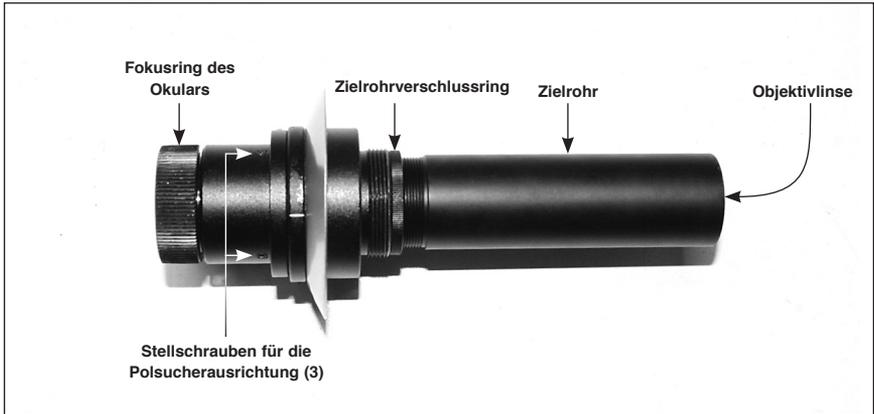

Abbildung 1. Teile des Polarachssuchers
Machen sich mit den verschiedenen Teilen des Polsuchers vertraut durch Bezugnahme auf **Abbildung 1**.
3. Wenn das Objekt nach der Drehung in der Mitte des Fadenkreuzes geblieben ist, ist keine weitere Einstellung erforderlich. Wenn es in einem Kreis gewölbt und außerhalb der Fadenkreuz-Zentrums gelandet ist, müssen Sie die drei Ausrichtungsstellschrauben (siehe **Abbildung 1**) mit dem mitgelieferten 1,5 mm Innensechskantschlüssel anpassen. Ihr Ziel ist es, den Stern oder das Objekt auf halbem Wege zurück zur Mitte des Kreuzes zu bewegen (**Abbildung 3**).
3. Lösen Sie nun den Zielrohrverriegelungsring (siehe **Abbildung 1**) um eine oder zwei Umdrehungen durch Drehen gegen den Uhrzeigersinn. Dies ermöglicht es Ihnen, das Zielrohr nach innen oder nach außen zu drehen, bis „unendlicher“ Fokus erreicht wird und das entfernte Objekt scharf erscheint. (Eventuell müssen Sie den Sicherungsring noch mehr im Verlauf des Prozesses lösen.) Dann ziehen Sie den Sperring wieder fest. Wenn die Objektivlinse des Polsuchers einmal fokussiert ist, sollte dieser Vorgang nicht noch einmal durchgeführt werden müssen.